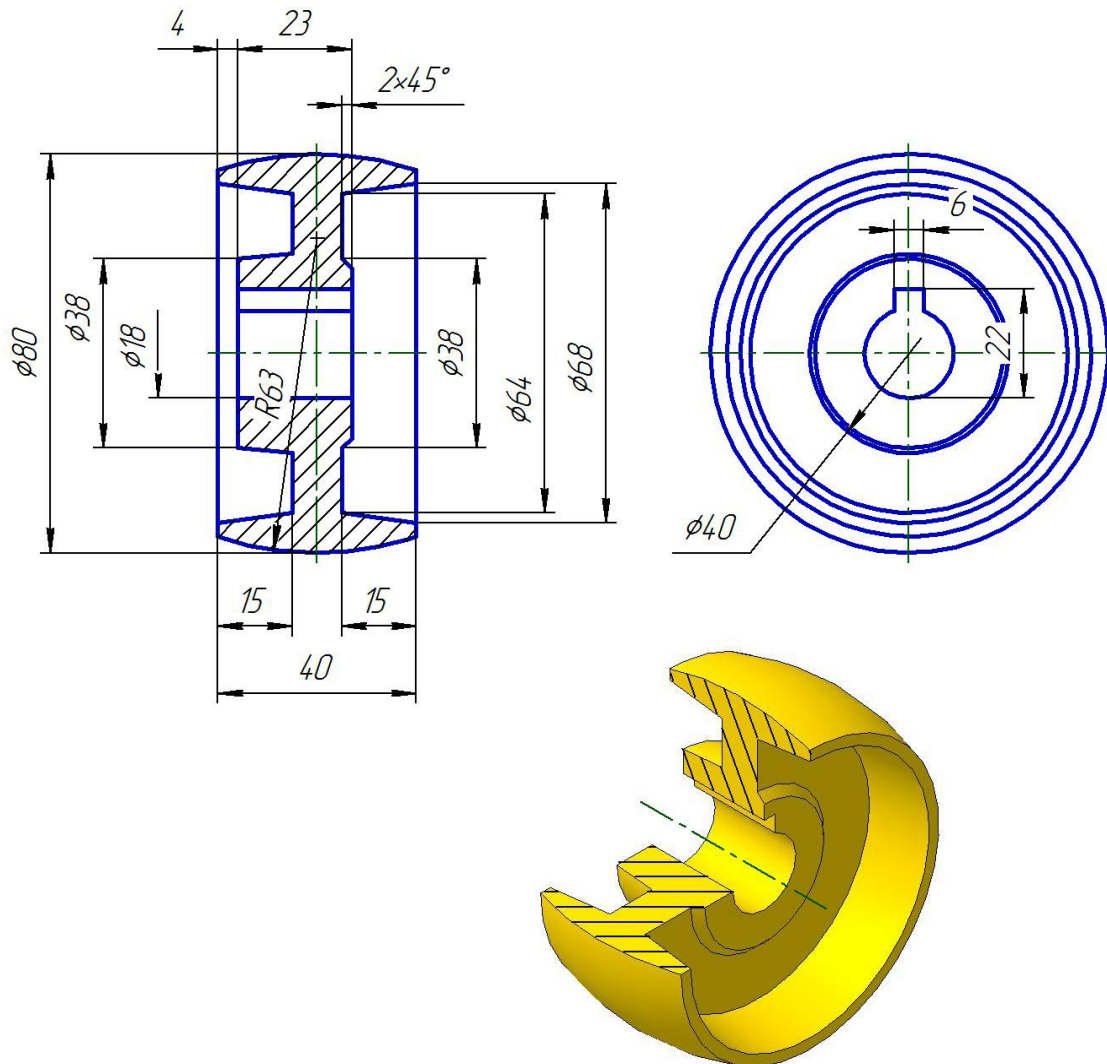

Рис. 3.21. Чертеж и модель детали «Шкив»
**Задание:** Создать трехмерные модели деталей (рис. 3.21, 3.24) с помощью операции «Вращение» и «Вырезать вращением».
- ✓ Создать трехмерную модель детали «Шкив» (рис. 3.21), руководствуясь рисунками 22, 23 и описаниями к ним.
- ➔ Постройте контур с помощью команд *Инструментальной панели Геометрия*  (см. размеры на рис. 3.21).